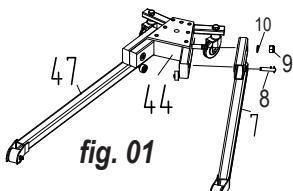

fig. 02
- Reportez-vous à la figure 02 : Utilisez la rondelle n° 2, la rondelle ressort n° 43 et le boulon n° 42 pour fixer la colonne n° 20 sur la base n° 44.